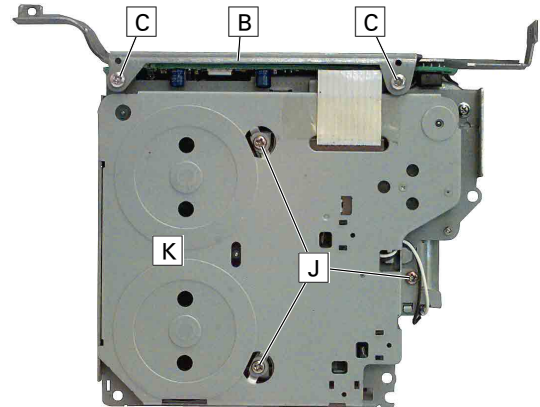

Fig. 2.2
- 2 Schrauben **C** (Fig. 2.2) herausschrauben und Traverse **B** abnehmen.
2.3 Bodenplatte **K ausbauen (Fig. 2.2)**
- Undo 2 screws **C** (Fig. 2.2) and remove the cross arm **B**.
2.3 Removing bottom plate **K (Fig. 2.2)**